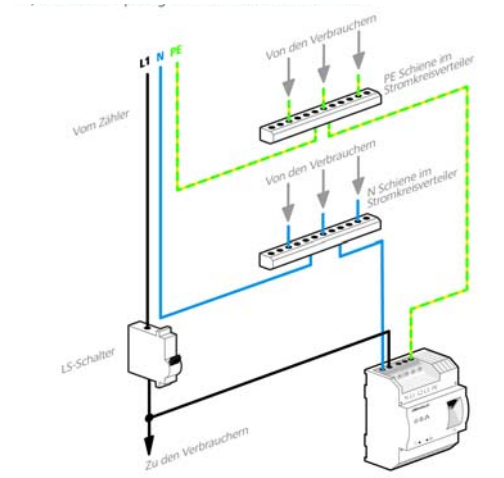

Abb. 4
- Einphasiger Anschluss: Neutralleiter und Außenleiter werden an die Klemmen N und L1 angeschlossen (siehe Abb. 4).